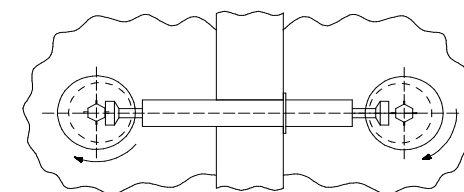

Рис.2
5. Основание поз.1 установить на стенки поз.5 и стенку заднюю поз.4, закрепить основание евровинтами поз.008. 6. Стену вертикальную поз.3 закрепить к основанию и стенке поз. 4 на эксцентрики с двухсторонним штоком поз.011,014 (рис.2) и шканты 8x50 поз.032.